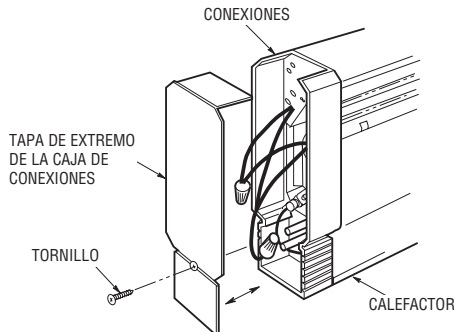

Figura 3. Remoción de tapa de extremo
3. Remueva la tapa de extremo de la caja de conexiones izquierda o derecha removiendo el tornillo en el extremo del calefactor y deslizando la tapa hacia afuera del calefactor (Figura 3).